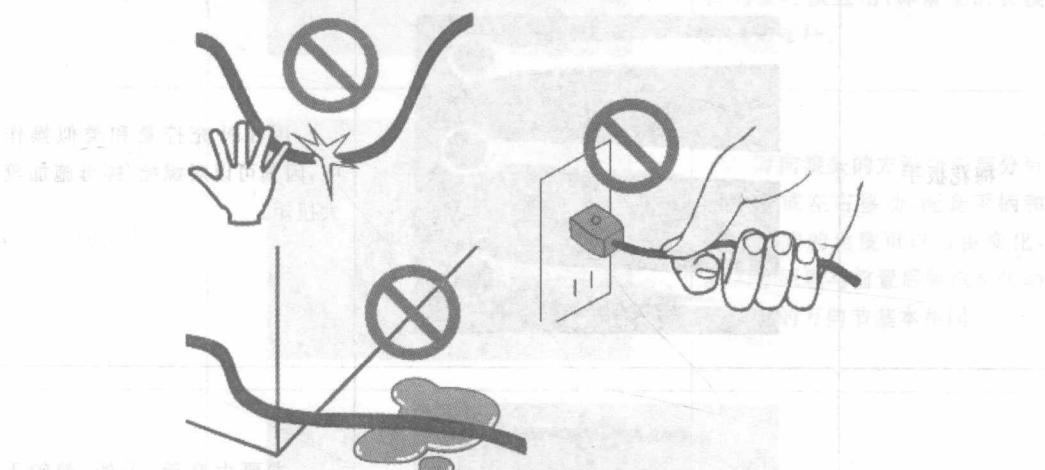

图 1.8 注意事项
- ① 不要靠近断裂或摇晃的电线。
- ② 为防止电击,千万不要用湿手接触任何电气设备。
- ③ 千万不要触摸标有“发生故障”的开关,如图 1.8 所示。
- ④ 拔下插头时,不要拉电线,而应当拉插头本身。
- ⑤ 不要让电缆通过潮湿或浸有油的地方、炽热的表面以及尖角附近。
- ⑥ 在开关、配电盘或电机等物附近不要使用易燃物,因为它们容易产生火花。